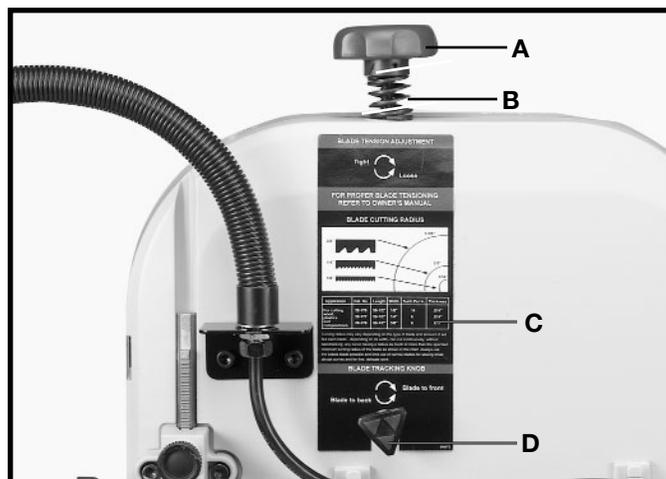

Fig. 19
2. Une fois que la lame voulue est installée sur les deux volants de la scie, tournez le bouton de réglage de la tension (A) fig. 19 dans le sens horaire, jusqu'à ce que le ressort (B) commence à se comprimer.
3. Tournez le bouton de réglage de la tension (A) fig. 19 de 2-1/2 tours supplémentaires pour les lames de 1/8 po de largeur; de 3 tours complets pour les lames de 1/4 po de largeur; et de 4 tours complets pour les lames de 3/8 po de largeur.
4. Il existe un tableau pratique (C) fig. 19 à l'arrière de la scie à ruban montrant la sélection de lame et le rayon minimum de la courbe qui peut être réalisée avec chaque lame.
5. Si un réglage est nécessaire, tournez **LÉGÈREMENT** le bouton de centrage (D) fig. 19 dans le sens horaire pour déplacer la lame vers l'arrière et dans le sens antihoraire pour la déplacer vers l'avant. **REMARQUE :** Tournez le bouton de centrage (D), un peu à la fois, pour régler le centrage de la lame.